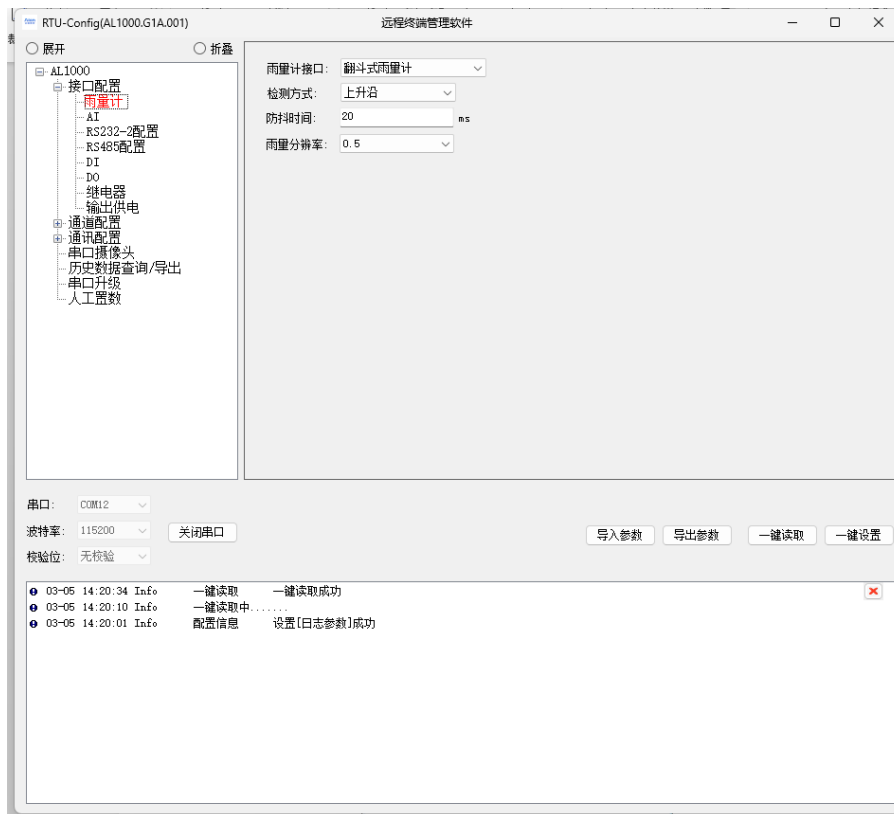

图 4-12 接口配置模块
有关终端外设接口配置的操作都在此界面完成。如图 4-12 所示。
- 1) 点击接口配置下的子菜单后右侧工作区会显示出入图 4-12 内容，需要修改相应接口信息则修改完成之后点击一键设置即可